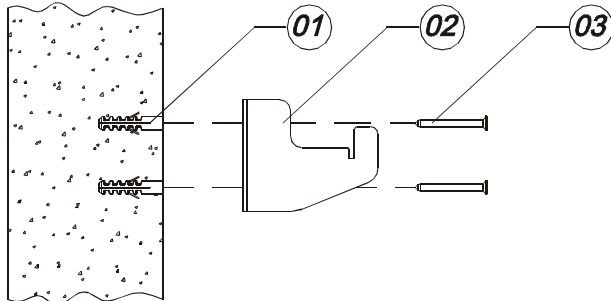

Fig. 04
Para fixá-lo à parede, retire o suporte (02) Fig 04, juntamente com os parafusos e buchas de fixação da embalagem do produto.